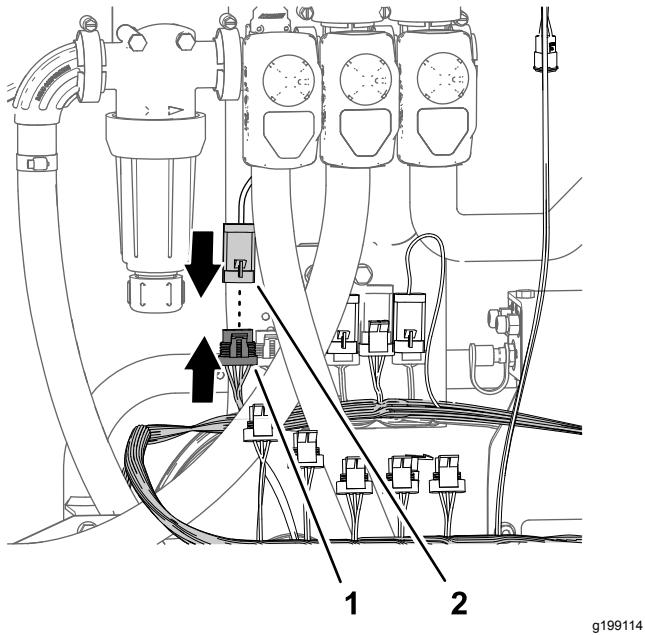

Figura 87
- Ligue o conector de quatro pinos do atuador da válvula de aplicação principal no conector de quatro tomadas da secção com 89 cm da cablagem do kit rotulado VÁLVULA DE APLICAÇÃO (rate valve) (Figura 87).